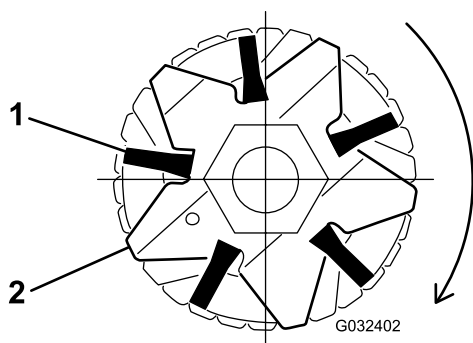

Figure 21
4. Engagez bien les brosses dans les fentes des lames du groomer (Figure 19 et Figure 21).
5. Enroulez les attaches sans les serrer, comme montré à la Figure 19, autour de l'arbre de cylindre et des brosses en les insérant dans les fentes des brosses Figure 21.